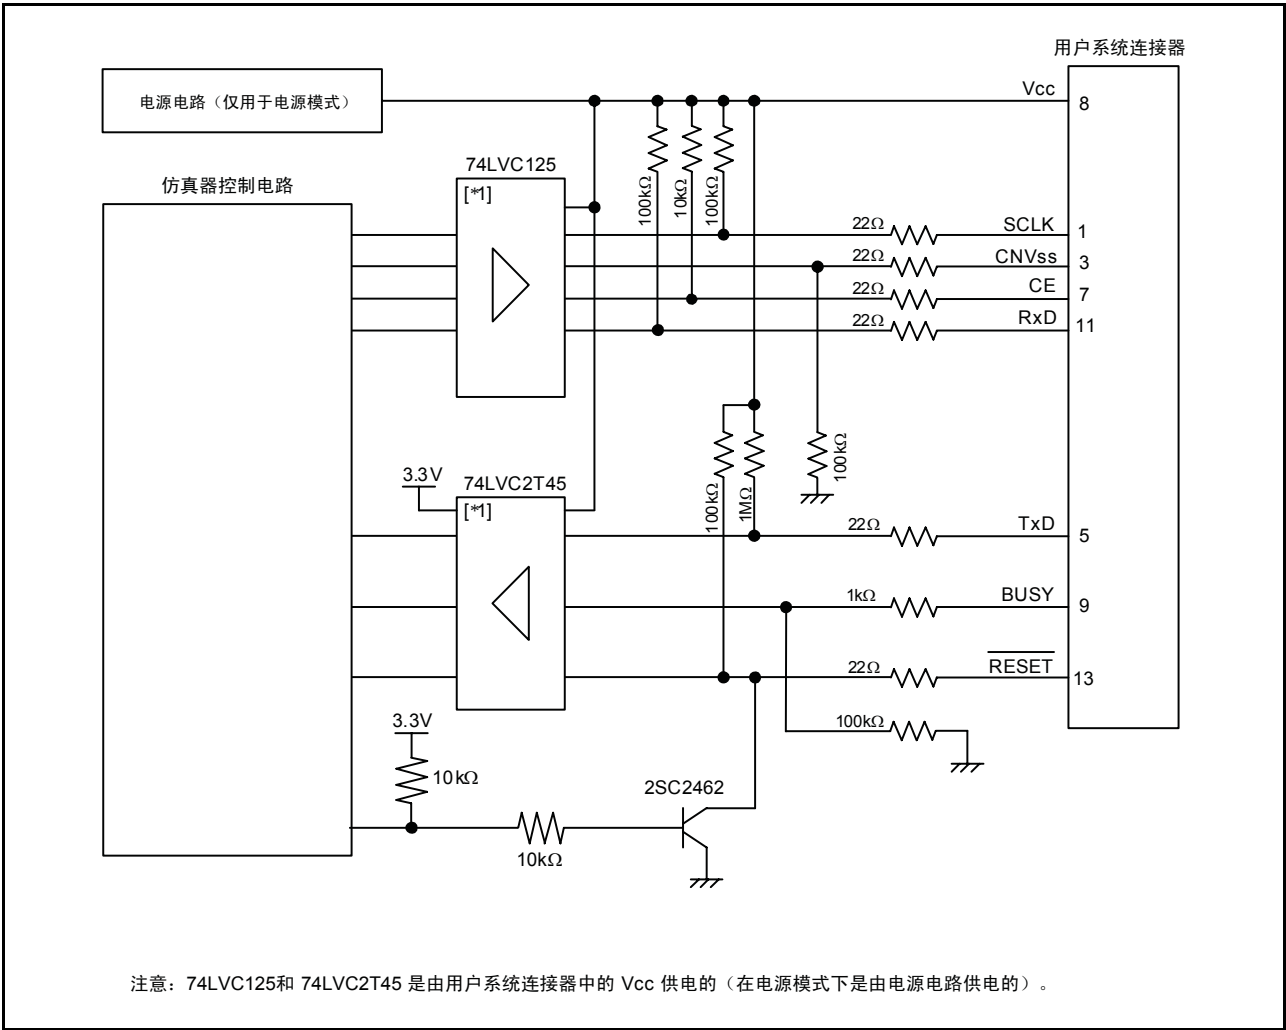

图 5.6 E8a 仿真器内部的接口电路（仅供参考）
1. 引脚 P64、P65、P66 和 P67 供 E8a 仿真器专用。将 E8a 仿真器连接到 MCU 引脚。在上拉 Vcc 电平 MCU 引脚后，将引脚 P66 和 P67 连接到 E8a 仿真器。对于 P64 和 P65，在断开 E8a 仿真器的连接后，根据 MCU 引脚状态上拉或下拉 Vcc 电平的引脚。在 E8a 仿真器处于活动状态时，P64 可能处于高阻抗 (Hiz) 状态。因此，应根据 E8a 仿真器内部电阻（图 5.6）的分压来设置引脚电阻值，使电压不会在中点电位。
2. E8a 仿真器将 P15 用于 MCU 控制。将 E8a 仿真器连接到 MCU 引脚。在断开 E8a 仿真器的连接后，根据 MCU 引脚状态上拉或下拉 Vcc 电平的 P15。在 E8a 仿真器处于活动状态时，P15 可能处于高阻抗 (Hiz) 状态。因此，应根据 E8a 仿真器内部电阻（图 5.6）的分压来设置引脚电阻值，使电压不会在中点电位。
9. 图5.6 显示了 E8a 仿真器中的接口电路。请参考此图来确定上拉电阻值。